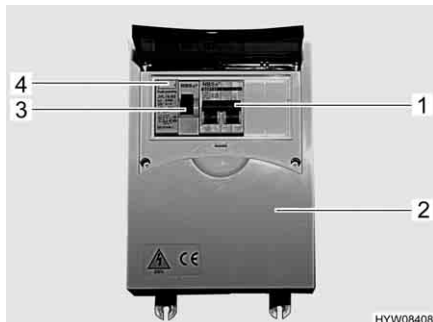

Fig. 49 Scatola dei fusibili a 230 V con interruttore di sicurezza e interruttore automatico FI
Un interruttore di sicurezza per correnti di guasto (interruttore automatico FI) (Fig. 49,3) nella scatola dei fusibili (Fig. 49,2) protegge l'intero veicolo da correnti di guasto (0,03 A).
L'interruttore di sicurezza collegato in serie (10 A) (Fig. 49,1) protegge le prese da 230 V, il frigorifero e la centralina elettrica.
- Se il veicolo è collegato all'alimentazione a 230 V, premere il tasto di controllo (Fig. 49,4). L'interruttore di sicurezza per correnti di guasto (FI) deve scattare.